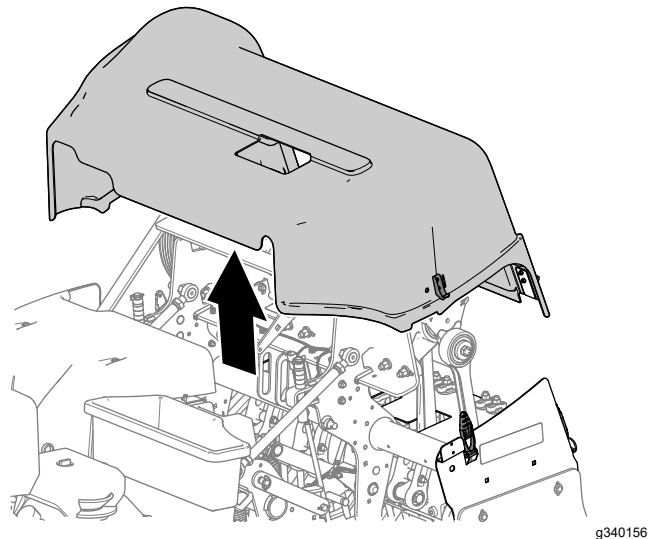

Figura 140
5. Levante a cobertura da cabeça de perfuração da máquina (Figura 140).